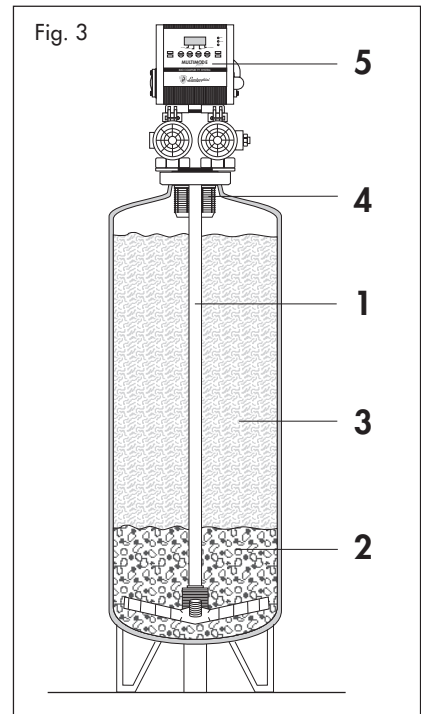

Fig. 3
- Boucher l'extrémité du tube collecteur Fig. 3 position 1 et l'appuyer dans le fond de la bouteille.
- Remplir d'eau propre la bouteille pour approximativement 10 cm., puis verser le quartz (granite, gravillon blanc) puis la résine comme Fig. 3.
- Brancher le filtre sousvanne (Fig. 3 position 4) à la vanne de commande (Fig. 3 pos. 5) ensuite visser la valve en faisant attention que le tube collecteur s'insère au centre.